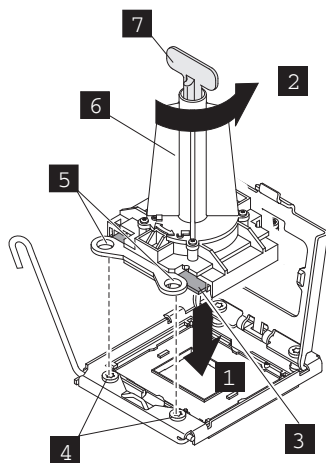

図 196. マイクロプロセッサのソケットへの挿入
- h. マイクロプロセッサ取り付けツール上の三角形の位置合わせマーク (251 ページの図 196 の **4**) を、マイクロプロセッサ上の三角形の位置合わせマークに揃えます。次に、取り付けツールの下部でマイクロプロセッサを正しくつかめるように、ツールの底面をマイクロプロセッサにかぶせます。